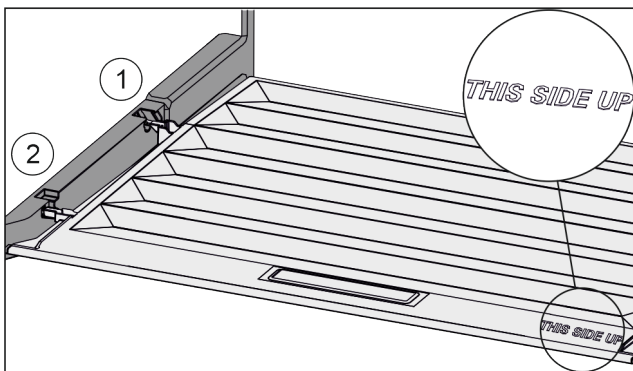

Fig. 103
- ▶ Пъхнете шийките на капака през отвора в задния държач Fig. 103 (1) и фиксирайте отпред в държача Fig. 103 (2).